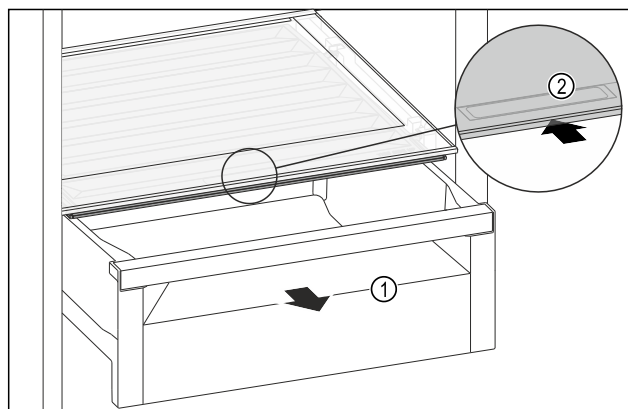

Fig. 104
- ▶ Wyciągnąć szufladę Fig. 104 (1).
- ▶ Chwycić uchwyt wpuszczany Fig. 104 (2) na pokrywie komory i przesunąć pokrywę jednocześnie do tyłu.